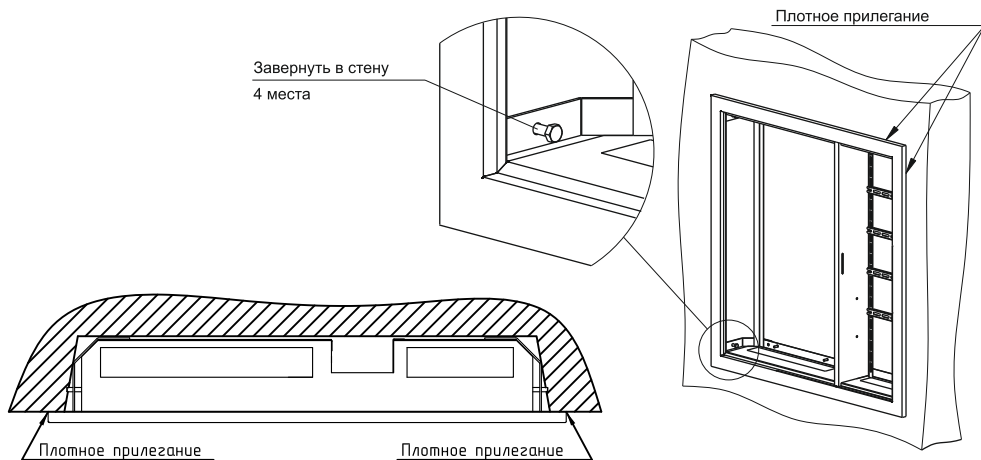

Рисунок 10
4.1 Корпус Щита этажного вставьте в нишу 1200х900х140 мм жилого здания. Края отбортовки фасадной рамки корпуса должны плотно прилегать к стене (рисунок 10).